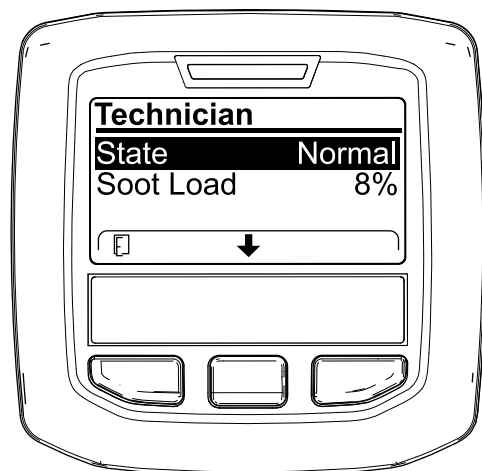

Figura 38
- Utilice la tabla de funcionamiento de DPF para comprender el estado actual del funcionamiento del DPF (Figura 38).